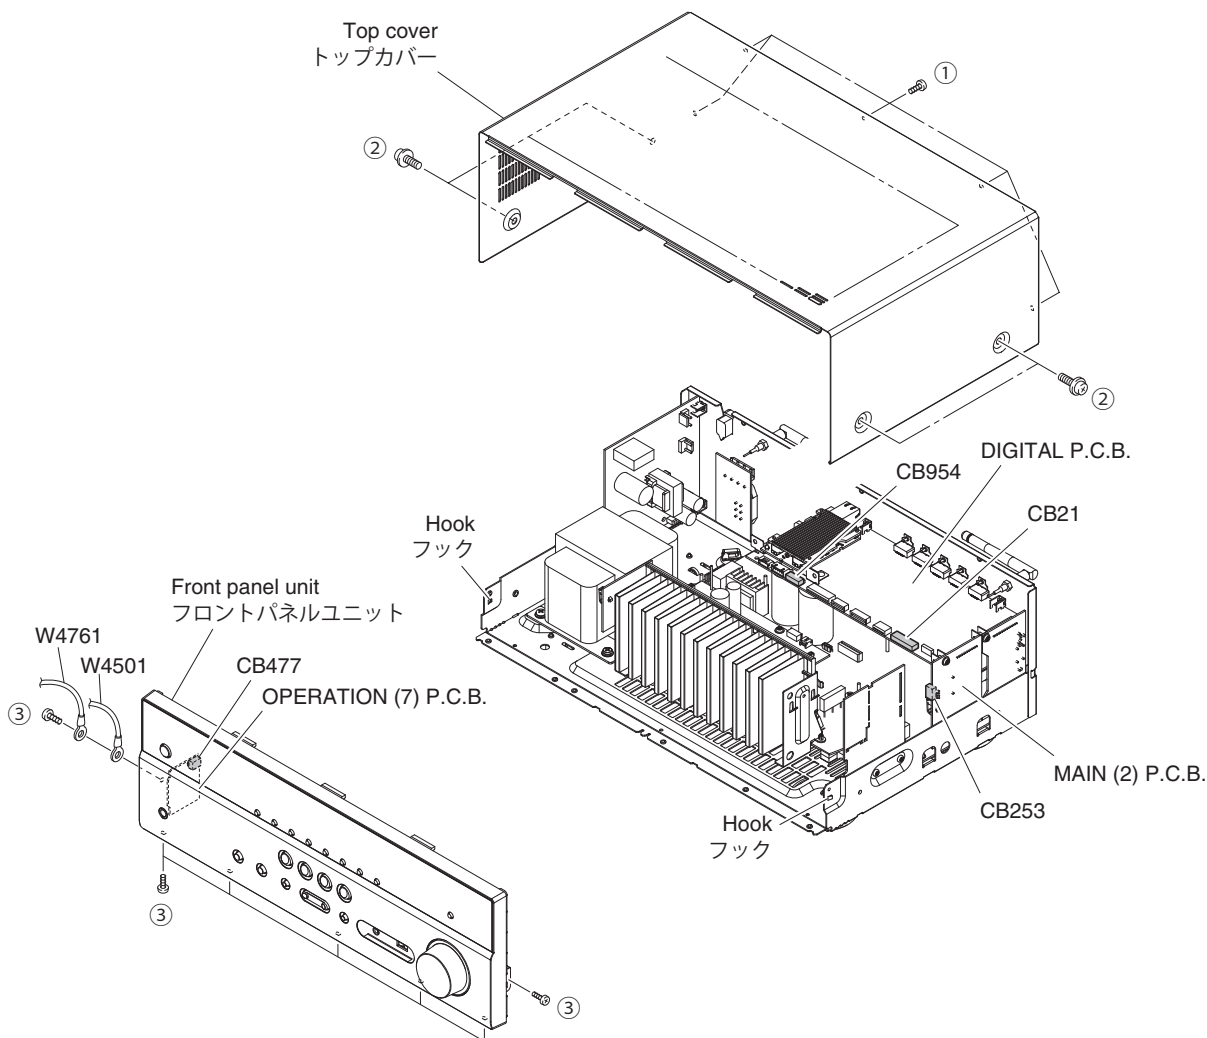

Fig. 1
- Remove 7 screws (③), W4501 and W4761.
2. フロントパネルユニットの外し方 (Fig. 1)
- ③のネジ7本、W4501、W4761を外します。